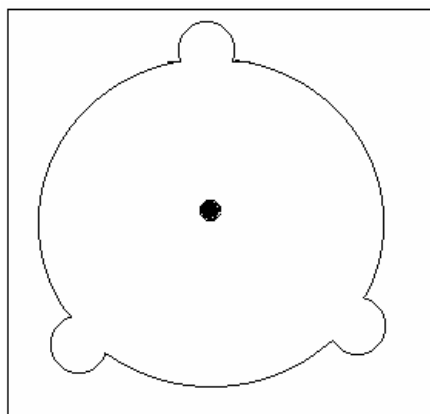

图 31
- 1) 在嵌入式安装支架的装箱中有一开孔图，撕下双面纸的黑色部分，开孔图纸的中心有一红色的小点，该点为开孔的中心点。图 31